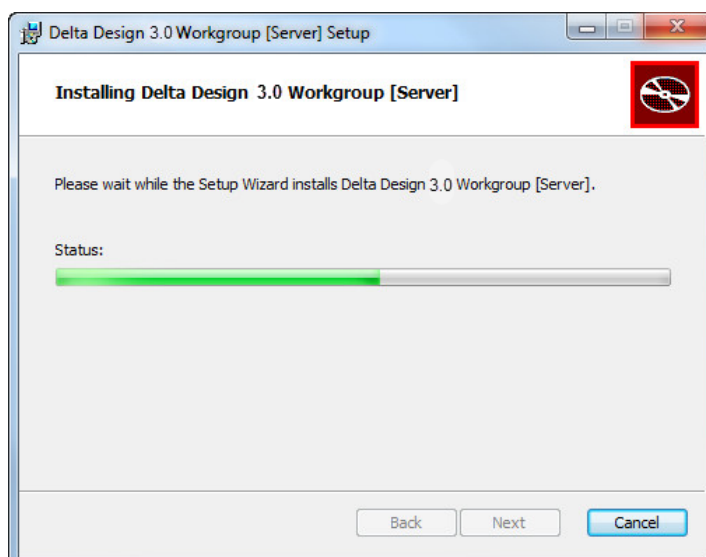

Рис. 12 Процесс установки
7. Дождитесь завершения процесса установки, см. Рис. 12.